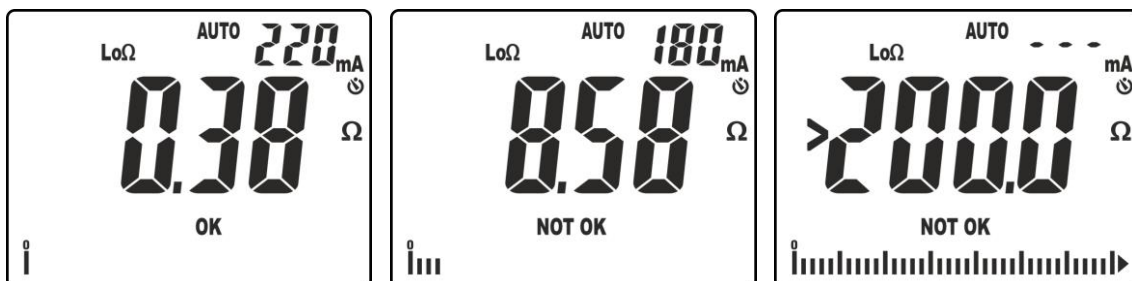

Abb. 28: Ergebnisse der Durchgangsprüfung im Betriebsmodus AUTO
10. In der Bildschirmseite der Abb. 28 – linke Seite wird ein positives Ergebnis "OK" vom Test angegeben (Wert niedriger als der eingestellte Grenzwert und Prüfstrom >200mA). In der Abb. 28 – Mitte wird ein negatives Ergebnis "NOT OK" vom Test angegeben (Wert höher als der eingestellte Grenzwert und Teststrom <200mA). In der Bildschirmseite in der Abb. 28 – rechte Seite wird ein negatives Ergebnis "NOT OK"